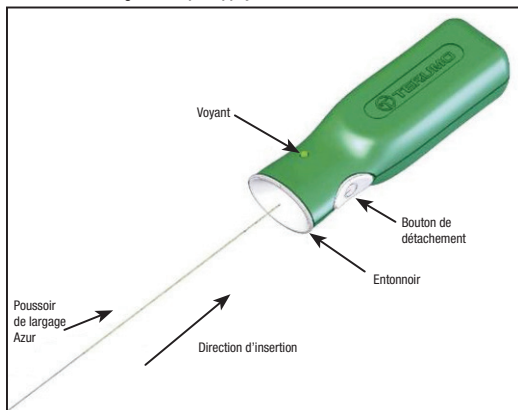

Figure 4 – Contrôleur de détachement Azur
- Ouvrir la pochette du bouchon vasculaire Azur et en retirer le cerceau du dévidoir. Avant d'utiliser le dispositif, retirer la cale du cerceau du dévidoir. Tout en maintenant l'implant et la gaine d'introduction du bouchon vasculaire Azur en place, tirer le pousoir hors du cerceau du dévidoir de manière à exposer l'extrémité proximale du pousoir de largage. Veiller à ne pas contaminer cette extrémité du pousoir de largage avec des substances étrangères telles que du sang ou des produits de contraste. Insérer fermement l'extrémité proximale du pousoir de largage dans la section en entonnoir du contrôleur de détachement Azur. Voir la Figure 4. **Ne pas appuyer sur le bouton de détachement à ce stade.**
31. Raccorder l'extrémité proximale du poussoir de largage au contrôleur de détachement Azur en insérant fermement l'extrémité proximale du poussoir de largage dans la section en entonnoir du contrôleur de détachement Azur. Voir la Figure 4.